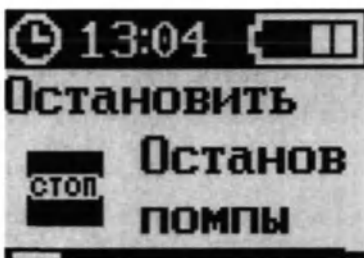

Рисунок 9 – Экран режима «В РАБОТЕ»
1. Нажать кнопку «МЕНЮ» для того, чтобы войти в меню помпы (рисунок 9).